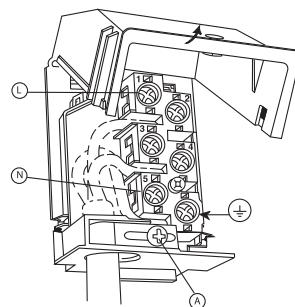

Abb. 16
- Die Anschlussdose öffnen (siehe Abb. 16).